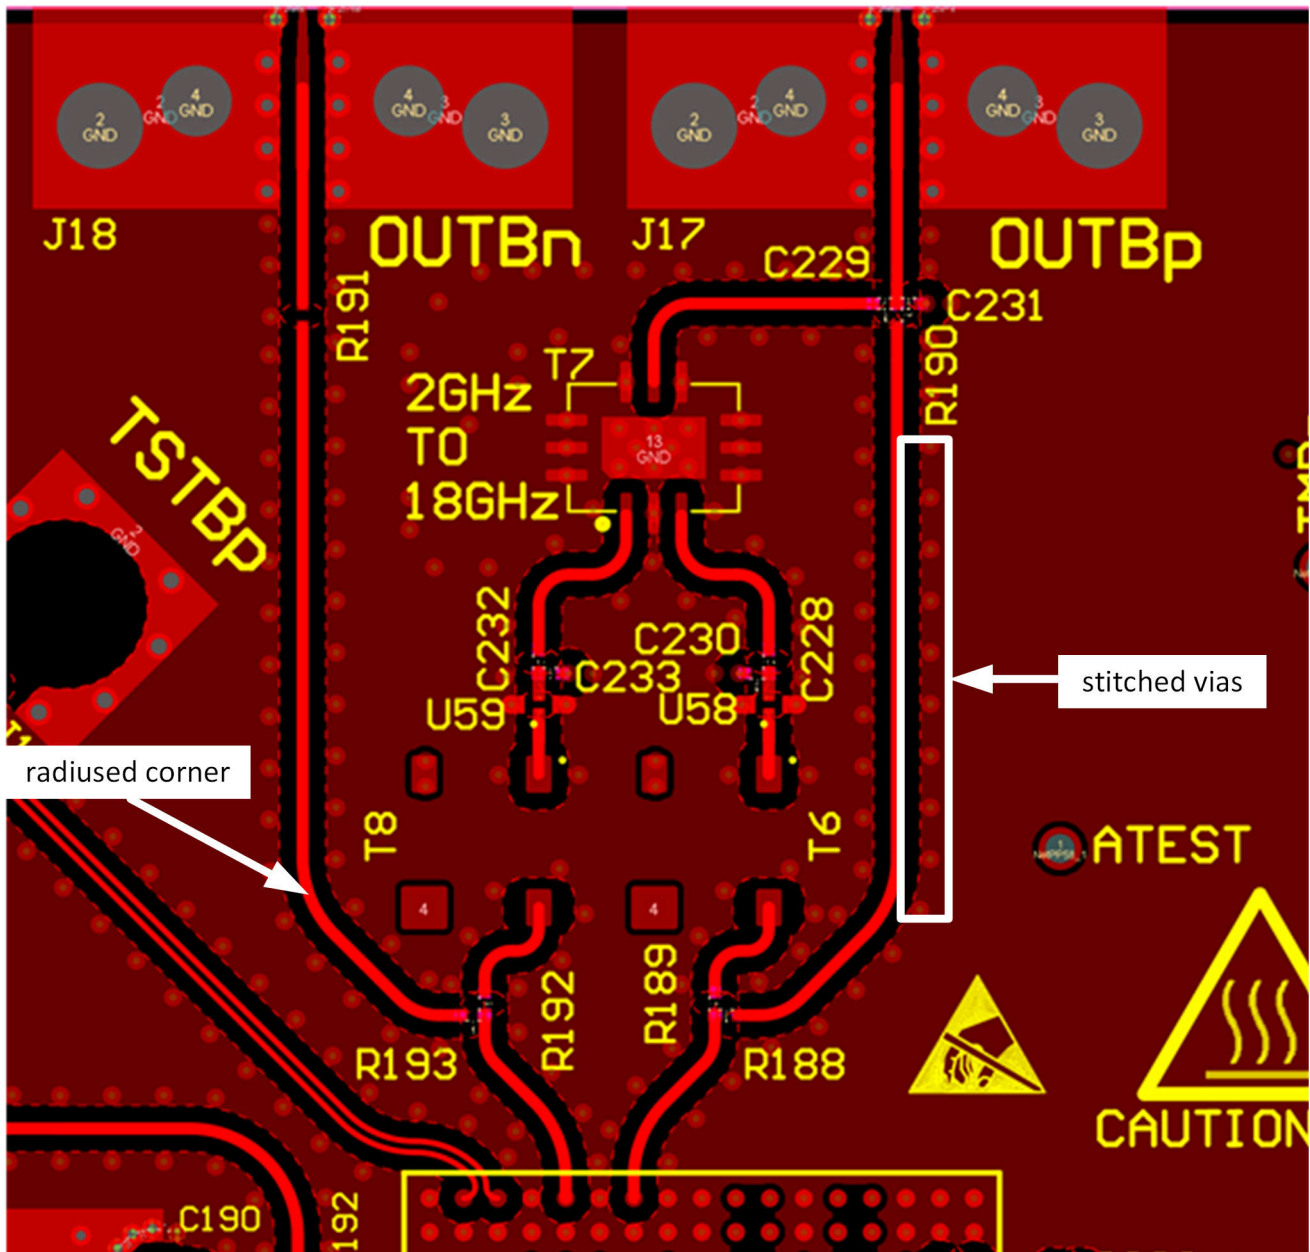

図 9-10. 高速信号トレースの横にあるラディウスコーナーとステッチビア
4. 滑らかに丸みを帯びたコーナーを使用し、 45 度や 90 度の屈曲を避けて、アナログとデジタルの両方の信号トレースのすべての高速入力/出力におけるインピーダンスの不一致を減らします。例として 図 9-10 を参照してください。
- トレーストランスポートの最大周波数 ($\lambda/4$) によって決定される適切な間隔で、すべての高速信号に隣接する対称的に配置されたグランド接続ステッチングビアを用意します。例として 図 9-10 を参照してください。